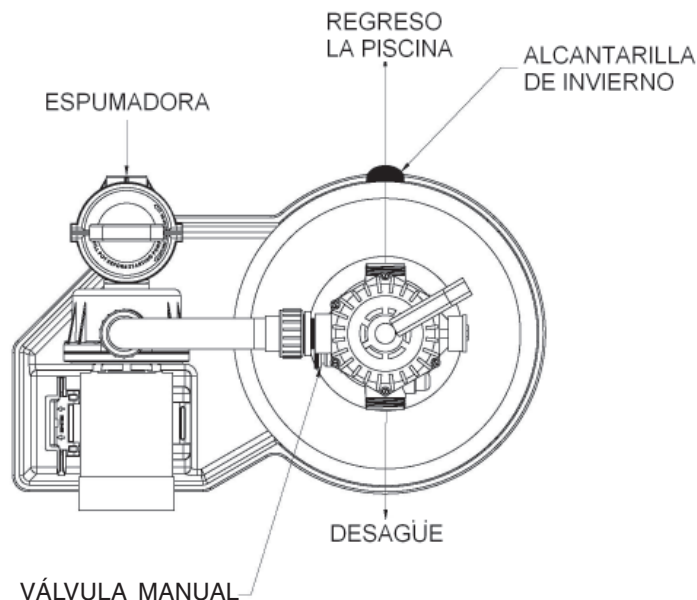

Figura 1. VÁLVULA MANUAL
2. Proveer espacio y luz para el mantenimiento de rutina. Coloque el sistema cerca la piscina. Refierase a la Figura 1 para una tipica instalacion. Nota: Instalar controles electricos (e.g., interruptor electrico de prendido/apagado (on/off switch), cuentaminutos (timers), sistema de control, etc.) por lo menos cinco (5) pies del filtro. Esto le dejara tener espacio suficiente desde el filtro durante el inicio del sistema.
6. Asegúrese que la parte de arriba del filtro este libre de arena o restos de arena y escombros y el o-anillo de válvula este en su lugar en el cuerpo de la válvula. Instale la válvula para que la posición de las aperturas estén en finalmente la posición deseada. Refierase a la Figura 1 (vea la página 4).